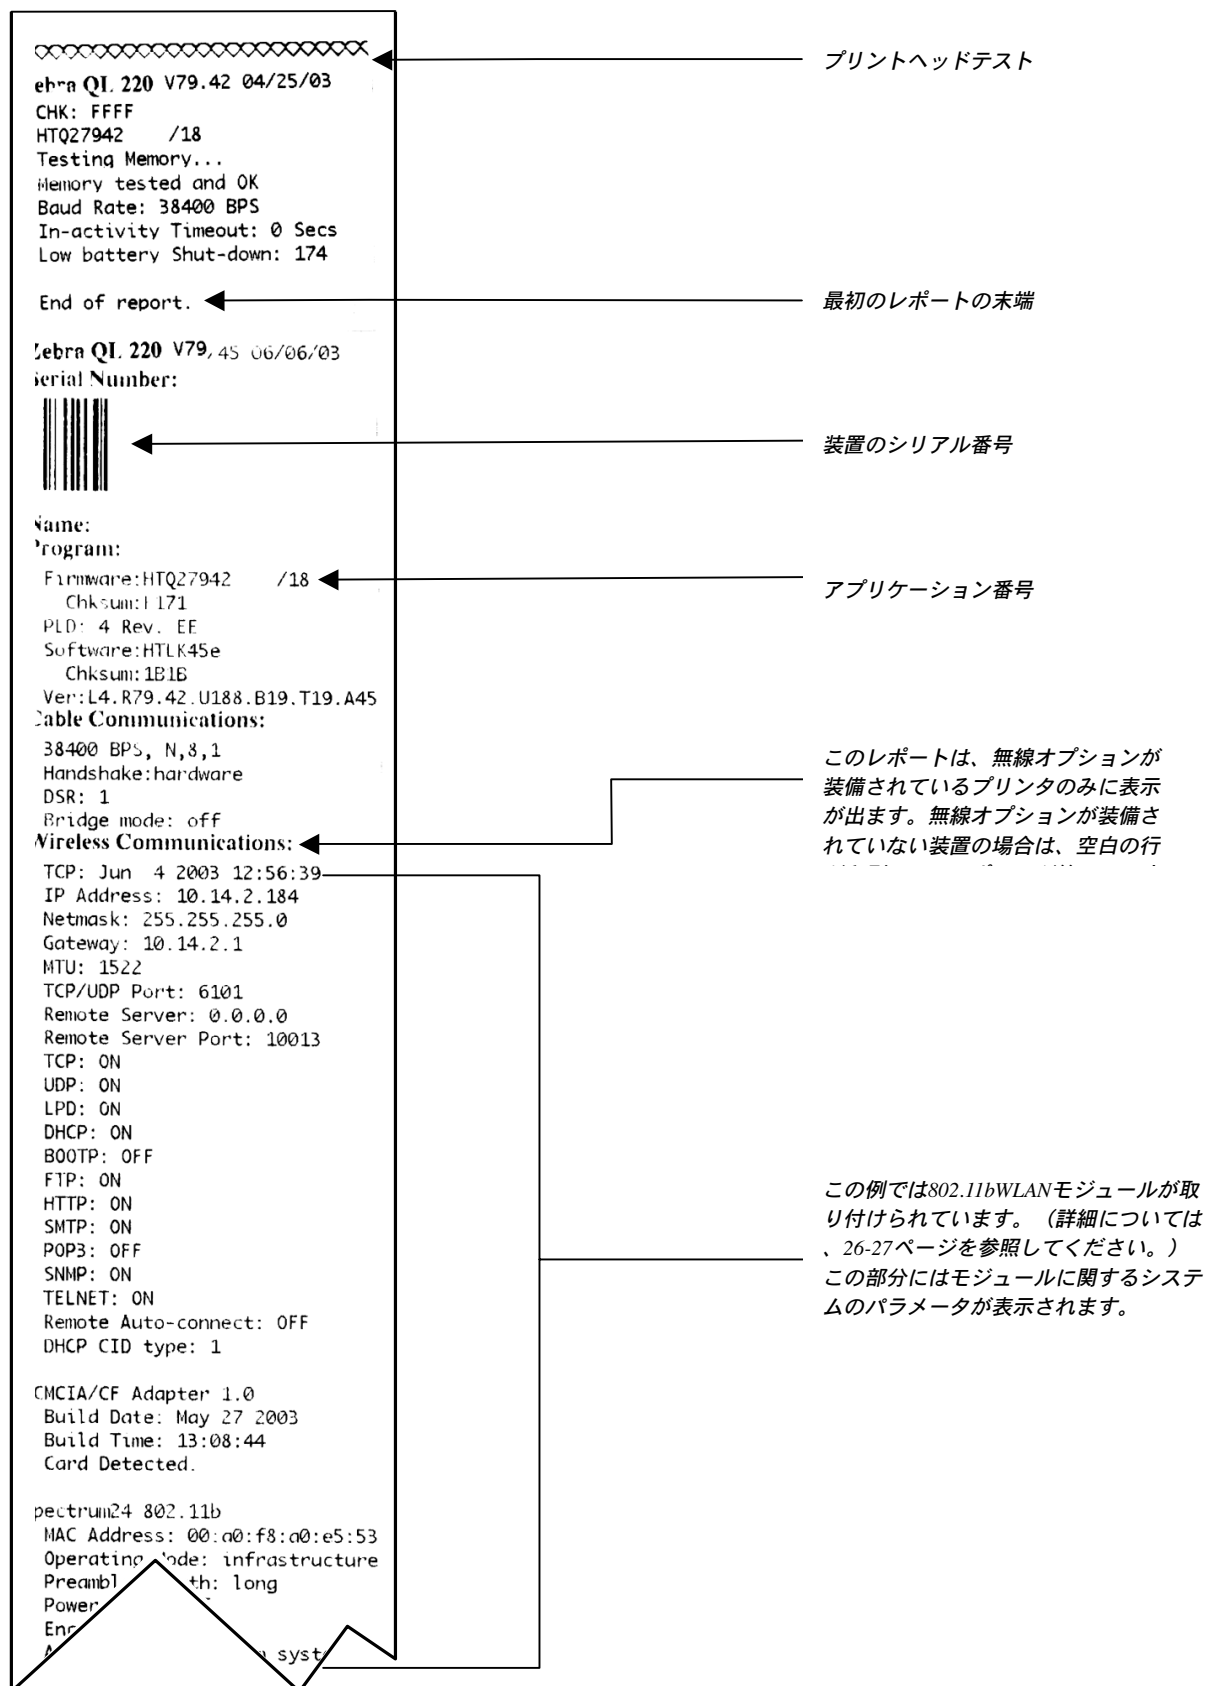
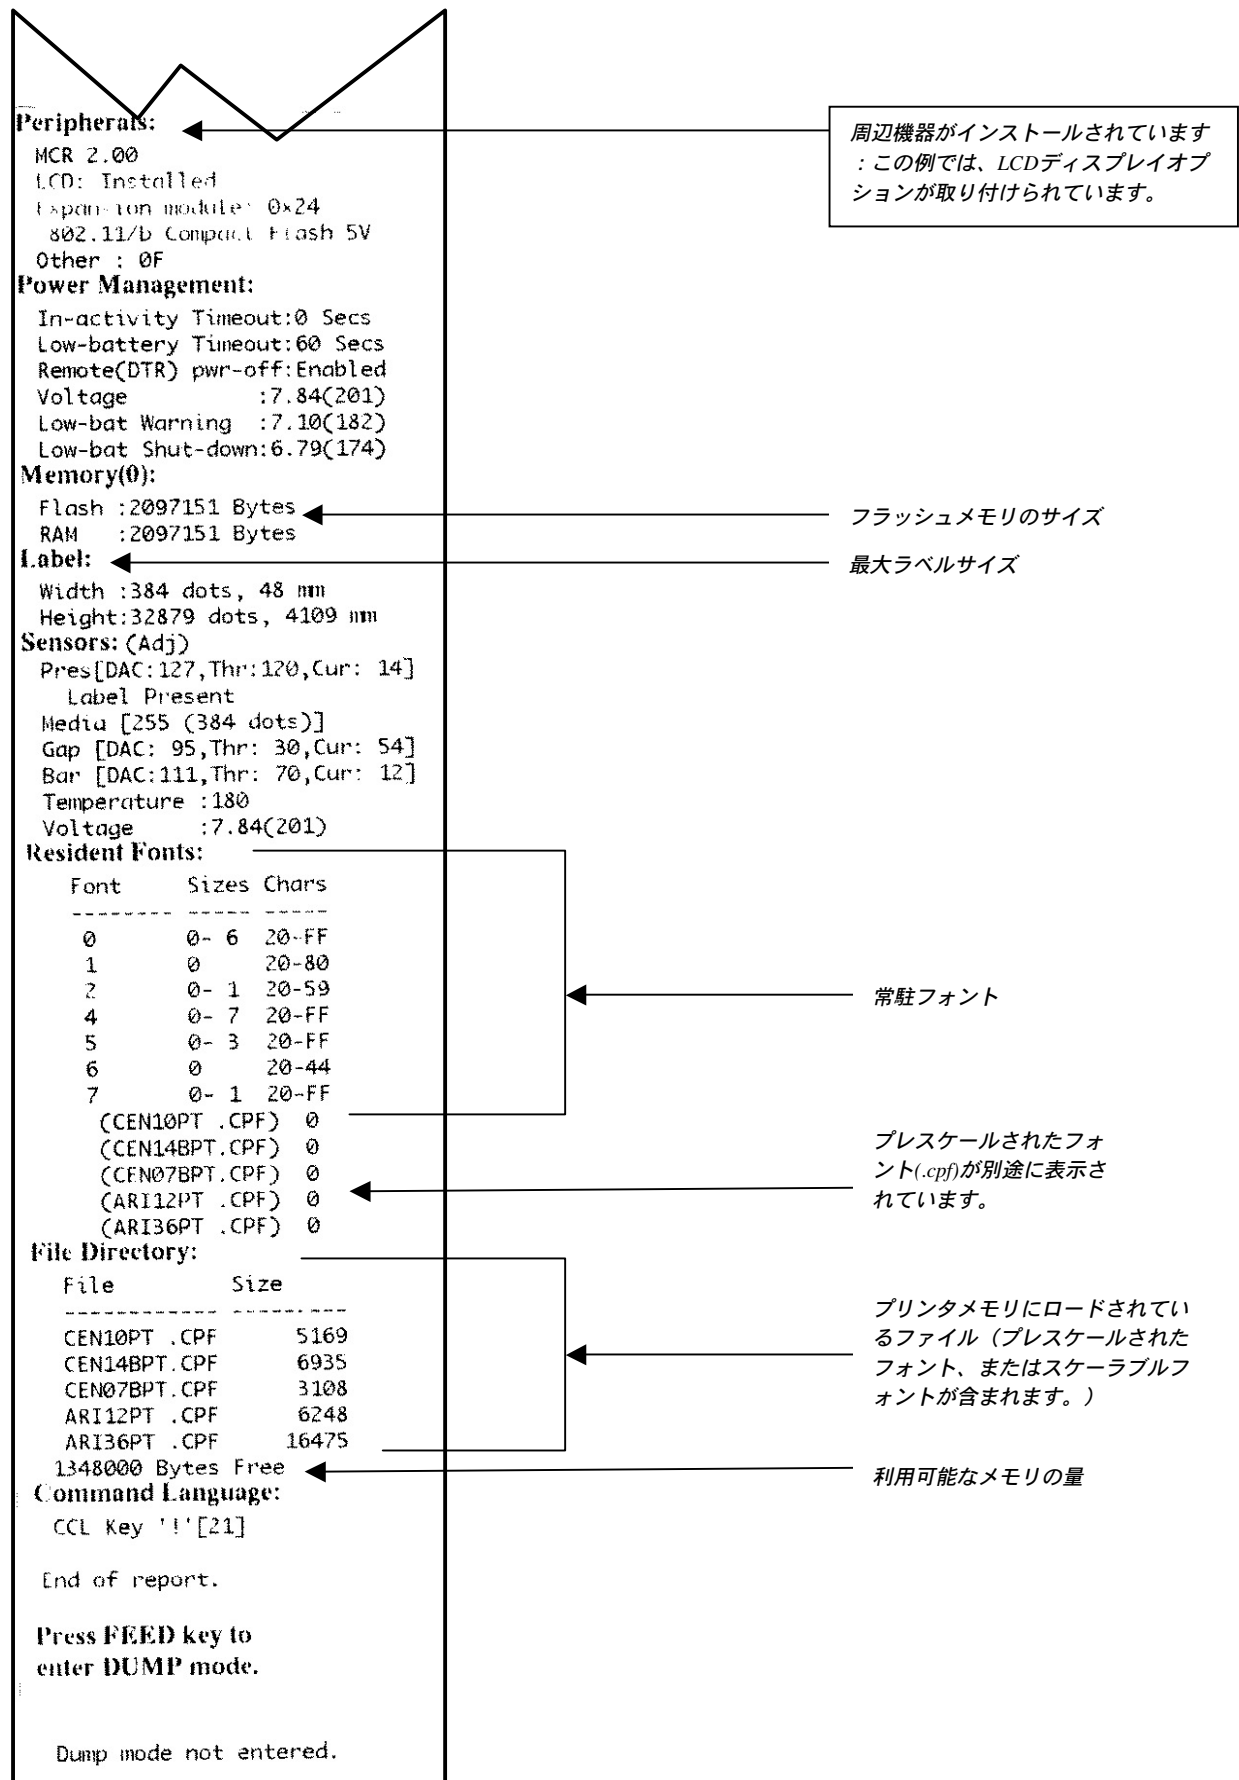

図17: コンフィギュレーションラベル
図17a : コンフィギュレーションラベル
プリンタは、図17および図17aに示されるようなコンフィギュレーションラベルを印刷します。
- 装置のシリアル番号（プリンタ裏面の大きいラベル、およびコンフィギュレーションラベルを印刷した場合、その中に記載されています。（図17および図17aを参照してください。）